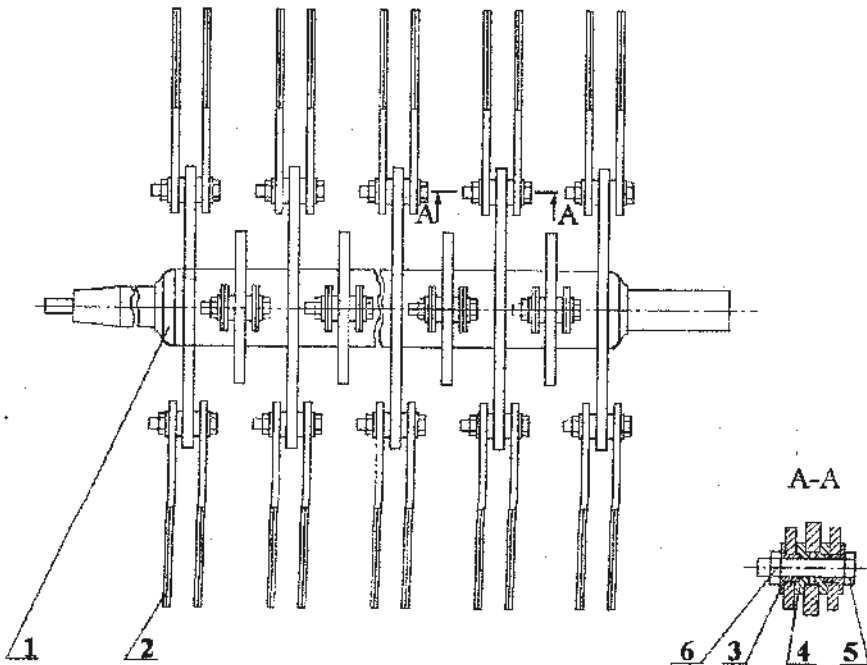

Рис. 178 Барабан измельчающий:
9.4.1. Барабан (рис. 178) предназначен для измельчения соломы, сходящей с клавишей соломотряса комбайна, и состоит из вала 1 с фланцами, на которых с помощью болтов 5 с самоконтрящимися гайками 6 и втулок 3 и 4 шарнирно закреплены пластинчатые ножи 2. Ножи 2 имеют двухстороннюю заточку и по мере затупления и износа одной из стороны поворачиваются и устанавливаются другой стороной.